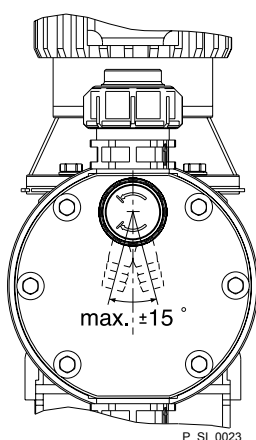

Abb. 16: Zulässige Ausrichtung Überströmventil
- Die Überlaufleitung nur stetig fallend verlegen und außerdem die Schlauchtülle nur nach unten orientiert einsetzen - siehe Abb. 16.